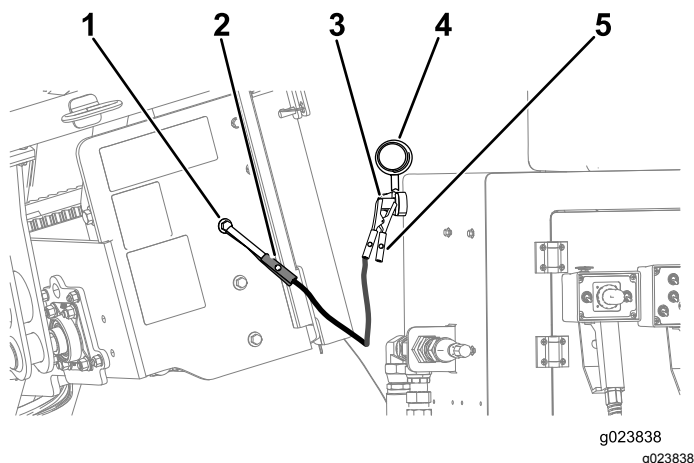

**Bild 101**
6. Nehmen Sie die Abdeckung vom Starthilfepol ab (Bild 101).
7. Schließen Sie das positive Starthilfekabel (+) am Starthilfekabel an (Bild 101).
8. Schließen Sie das negative Starthilfekabel (-) an die Erdung an, wie eine unlackierte Schraube oder einen Rahmenträger (Bild 101).
10. Wenn der Motor anspringt, muss die zweite Person das negative Starthilfekabel (-) vom Rahmen und dann das positive Starthilfekabel (+) trennen (Bild 101).